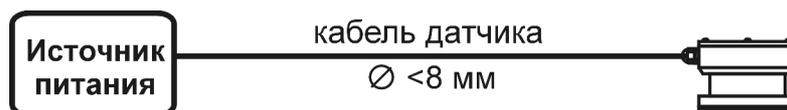

Рис.10.1.
10.2.1. Простейшая ветвь (рис.10.1.) это линия от источника до датчика выполненная кабелем одного сечения $S_{кд}$. Подробный расчёт данной ветви см. приложение 1.1. Максимально допустимая длина (в метрах) подводящего кабеля рассчитывается по формуле: